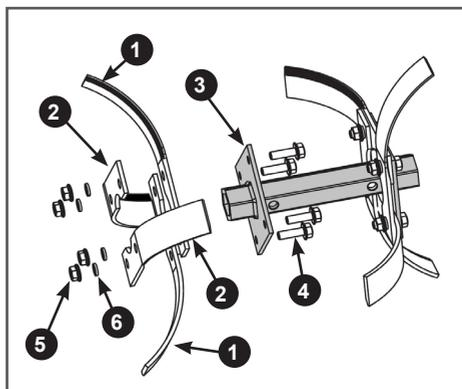

Рис. 18. Установка ножей на внутренний фланец основной секции оси фрезы
4. Установите ножи на внешний (со стороны редуктора) фланец 3 основной секции оси (Рис. 18). Со стороны уже собранной на внутреннем фланце группы ножей вставьте в отверстия во внешнем фланце 3 оси болты 4, далее в соответствии с рисунком 18 на внешний фланец 3 оси с внешней его стороны установите правые ножи 1 (имеющие изгиб в сторону от редуктора). После этого установите левые ножи 2 (имеющие изгиб к редуктору) как показано на Рис. 18, затем установите пружинные шайбы 6 и закрутите гайки 5 (Рис. 18). Затяните все резьбовые соединения.